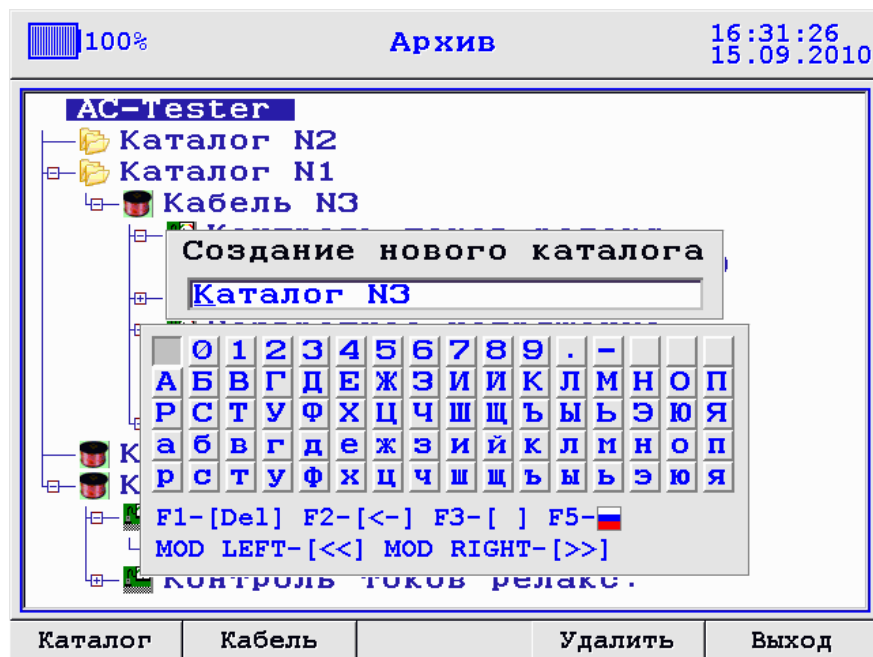
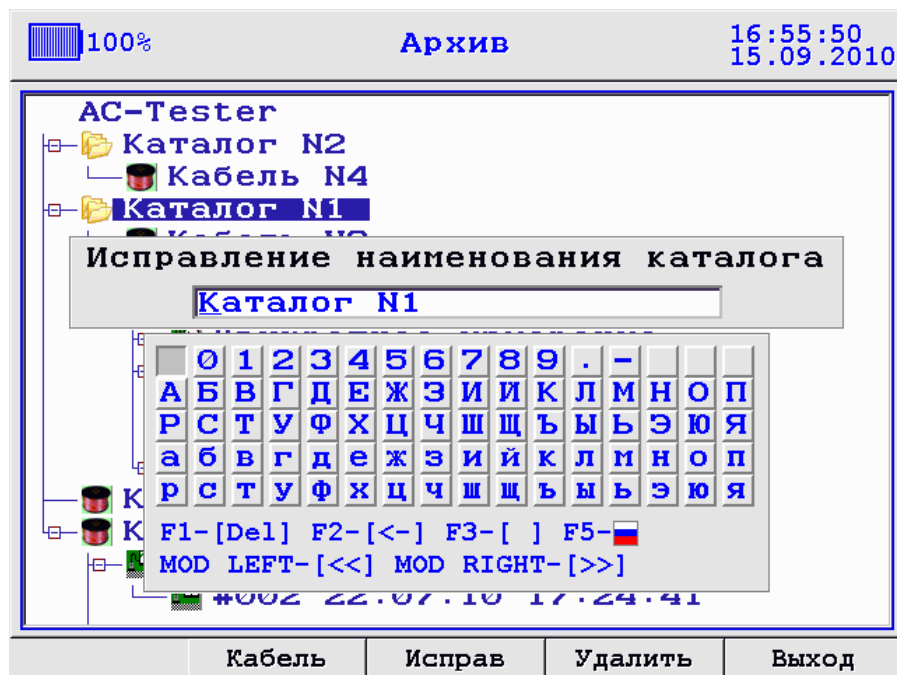

Рисунок 3.41 Создание нового каталога
Рисунок 3.47 Исправление наименования каталога
Так же для изменения имени каталога можно воспользоваться экранной клавиатурой (рисунок 3.41). Для вызова экранной клавиатуры при редактировании имени каталога нажмите «F1». Выбор буквы на клавиатуре осуществляется курсорными клавишами, клавиша «F1» позволяет стереть символ под курсором, «F2» - стереть символ перед курсором, «F3» - поставить пробел, «F5» - выбрать язык клавиатуры. Левая и правая клавиши «MOD» позволяют перемещать курсор. Выбор буквы на клавиатуре выполняется клавишей «Ent», выход из режима экранной клавиатуры - «Esc». Если каталог был сохранён, то он появится в корневом каталоге архива:
Редактирование осуществляется так же, как при создании нового каталога, подробнее см. рисунок 3.41, рисунок 3.47.
1) *Редактирование параметров объекта измерения* осуществляется нажатием клавиши «F3» - «Исправление». Редактирование происходит так же, как при создании объекта измерения (см. рисунок 3.43, рисунок 3.47).